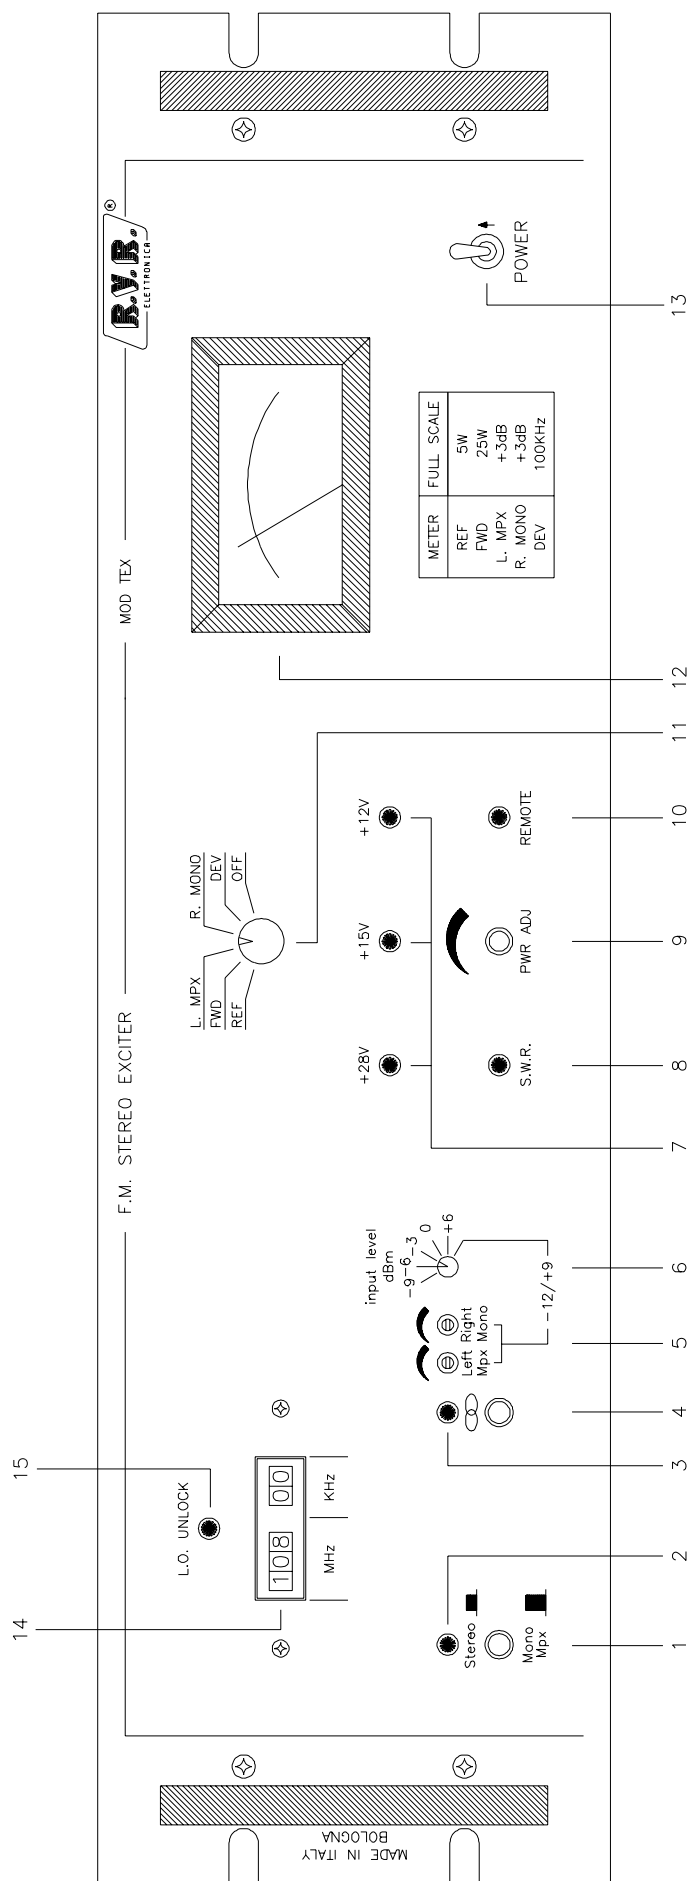

FIG. 1
La +15V alimenta il coder mixer, la main card, la scheda meter, e la scheda contraves, la +12V alimenta il driver del RF power amplifier e la tensione variabile 2/24V alimenta lo stadio finale di potenza dello stesso modulo. La tensione variabile dello stadio finale viene variata tramite il comando esterno "PWR ADJ" (9 Fig.1) e determina il livello della potenza di uscita RF dell'eccitatore.
Questi segnali vengono inviati allo strumento di misura analogico a seconda della selezione effettuata tramite il selettore rotante (11 Fig.1) posto sul pannello frontale.
DESCRIZIONE DELLA VISTA DEL PANNELLO FRONTALE (FIG.1)
2) A questo punto, con un piccolo cacciavite occorre accertarsi che il comando "PWR ADJ" (9 Fig.1) sia ruotato completamente in senso antiorario (N.B. Il comando è un multigiri per cui sarà necessario sincerarsi che il comando sia in effetti arrivato al minimo).
5) Posizionare l'interruttore di accensione su OFF (13 Fig.1).
7) Porre l'interruttore di accensione su ON e verificare l'accensione: della spia rossa UNLOCK (15 Fig.1) e delle spie verdi relative alle tensioni di funzionamento (7 Fig.1).
Selezionare la frequenza desiderata tramite il selettore (14 Fig.1).
Per effettuare questa lettura sincerarsi che il selettore di misura (11 Fig.1) sia posizionato su FWD e leggere il valore sulla scala dei 25W (fondo scala).